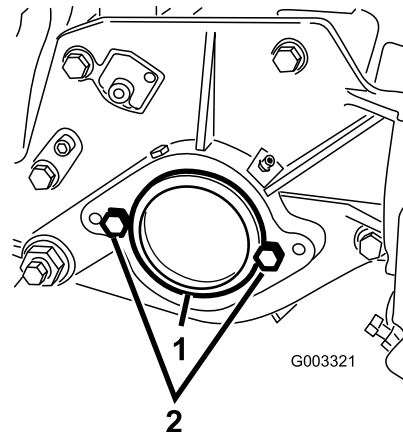

Figure 13
2. A l'extrémité droite de l'unité de coupe, retirez l'obturateur en plastique du logement de roulements (Figure 13).
3. Enlevez les 2 vis de la plaque latérale droite (Figure 13).
1. Obturateur en plastique 2. Vis (2)
5. Vissez légèrement les 2 vis de fixation du moteur de cylindre sur la plaque latérale gauche de l'unité de coupe (Figure 13).